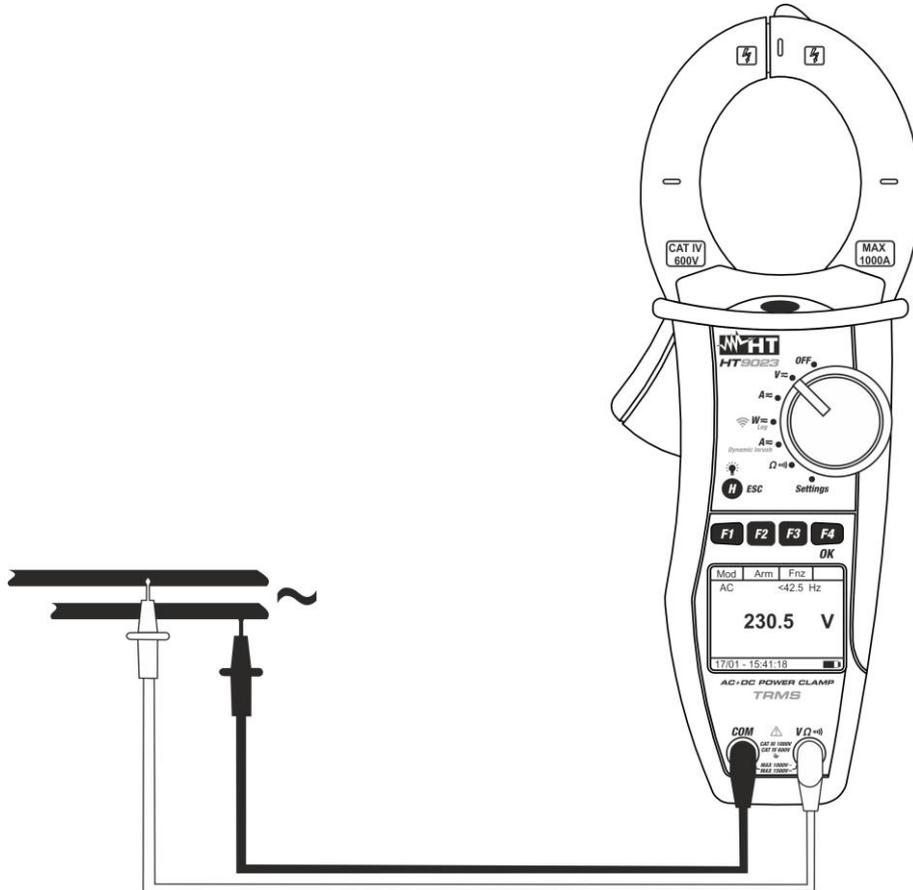

Fig. 6 : Mesure de tension CA/CA+CC
4. Insérez le câble rouge dans l'entrée **VΩ[⊃]**) et le câble noir dans l'entrée **COM**, et positionnez les câbles sur les points souhaités du circuit à tester (voir Fig. 6)